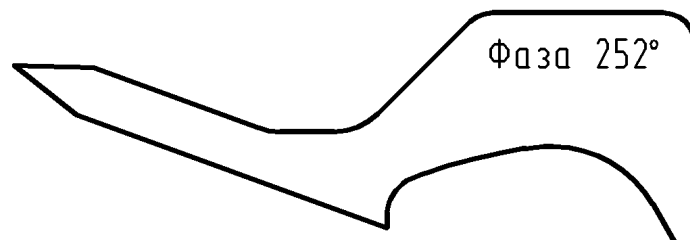

Рис.70. Шаблон кулачка 252 градуса 24-Ф-74784.002
2. Шаблон кулачка 252 градуса 24-Ф-74784.002 (рис.70).